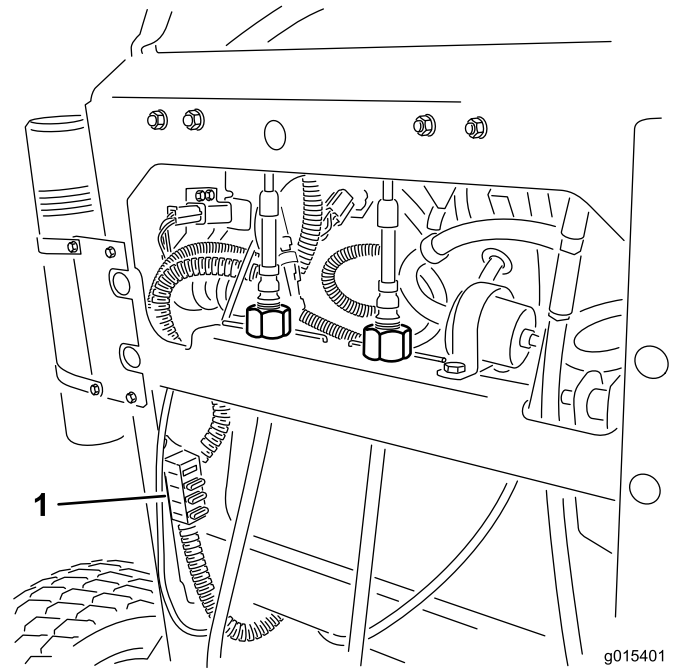

Figure 53
2. Tirez le fusible pour le sortir ou le remplacer (Figure 53).
Remarque: S'assurer qu'un fusible au bon calibre est en place avec le fil de la couleur appropriée, comme illustré à la Figure 53.